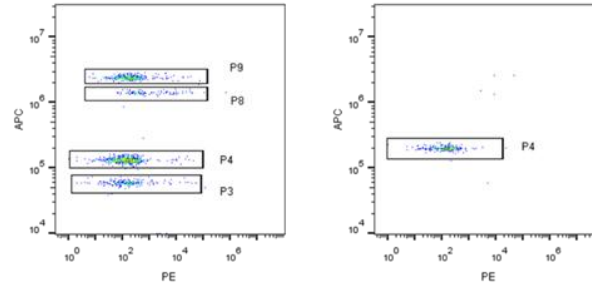

图 2
- 分别在 PE (X 轴) -APC/PE-Cy7/PE-Cy5 (Y 轴) 对数散点图内分析 “Gate1” 和 “Gate2”, 保证所有微球群位于坐标轴内。调节 APC/PE-Cy7/PE-Cy5 通道电压, 使各个散点图内微球分群清晰, 如图 2 (左图为 Gate1 分析图, 右图为 Gate2 分析图)。